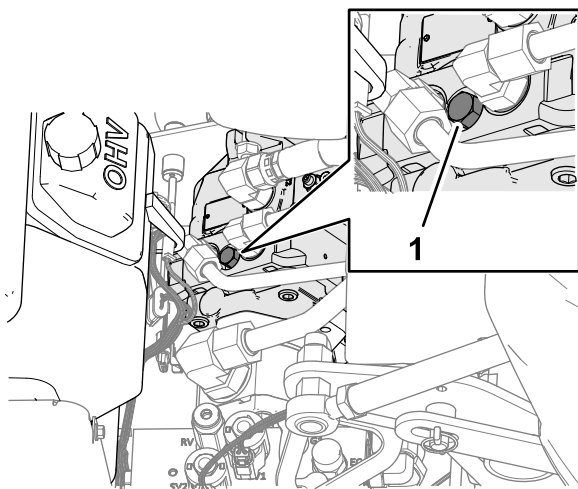

**Figura 116**
4. Individuate la copertura della vite della valvola di bypass tra il motore e la pompa idraulica, come mostrato nella Figura 116).